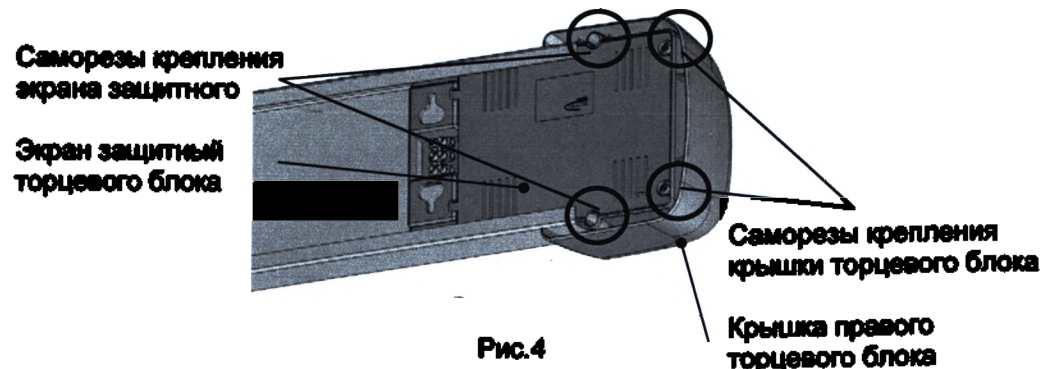

Рис.4
- Установить крышку правого торцевого блока на место, закрепив саморезами (рис.4).
- Снять экран защитный правого торцевого блока, предварительно открутив саморезы крепления (рис.4).
- Установить экран защитный правого торцевого, зафиксировав его саморезами (рис.4).